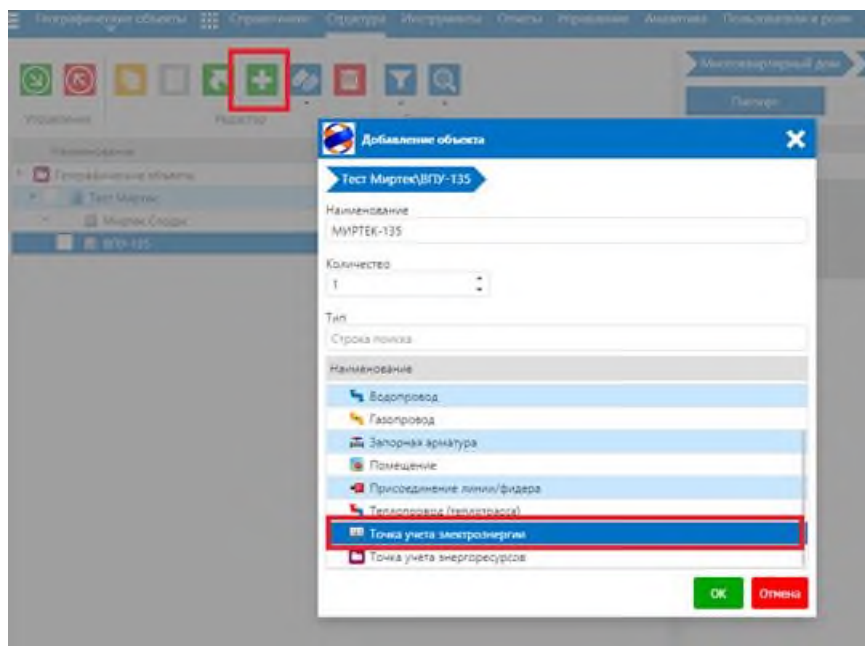

Рисунок 1.6.
1.2.4 Создать *точку учёта электроэнергии* (рисунок 1.6).